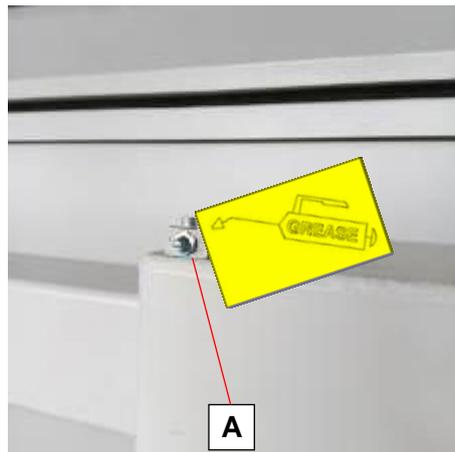

Abb. 6.6.9.1
Fetten Sie regelmäßig gemäß Tabelle 6.6.5.1 die Gewindemutter an jeder der beiden trapezförmigen Guss-Hubschrauben, die sich im Inneren der Säulen befinden. Das Abschmieren erfolgt über die Schmiernippel an der Oberseite der Säulen (A) mit Hilfe einer Fettpumpe. (Siehe Abb. 6.6.9.1).